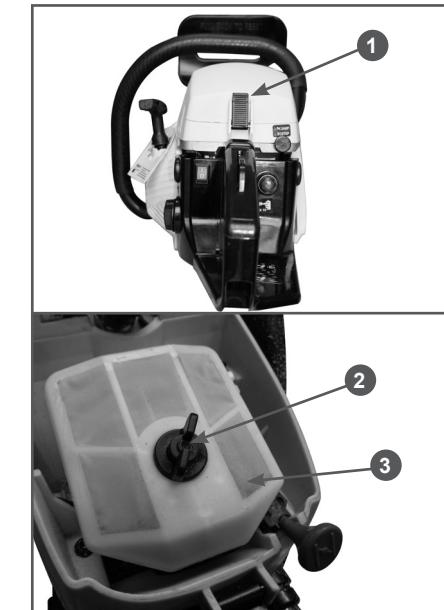

Рис. 18 Обслуживание воздушного фильтра
- Отстегните защелку 1 (Рис. 18) и снимите крышку воздушного фильтра.
- Открутите барабановую гайку 2 и снимите воздушный фильтр 3 с корпуса (Рис. 18). Проверьте его на наличие повреждений.